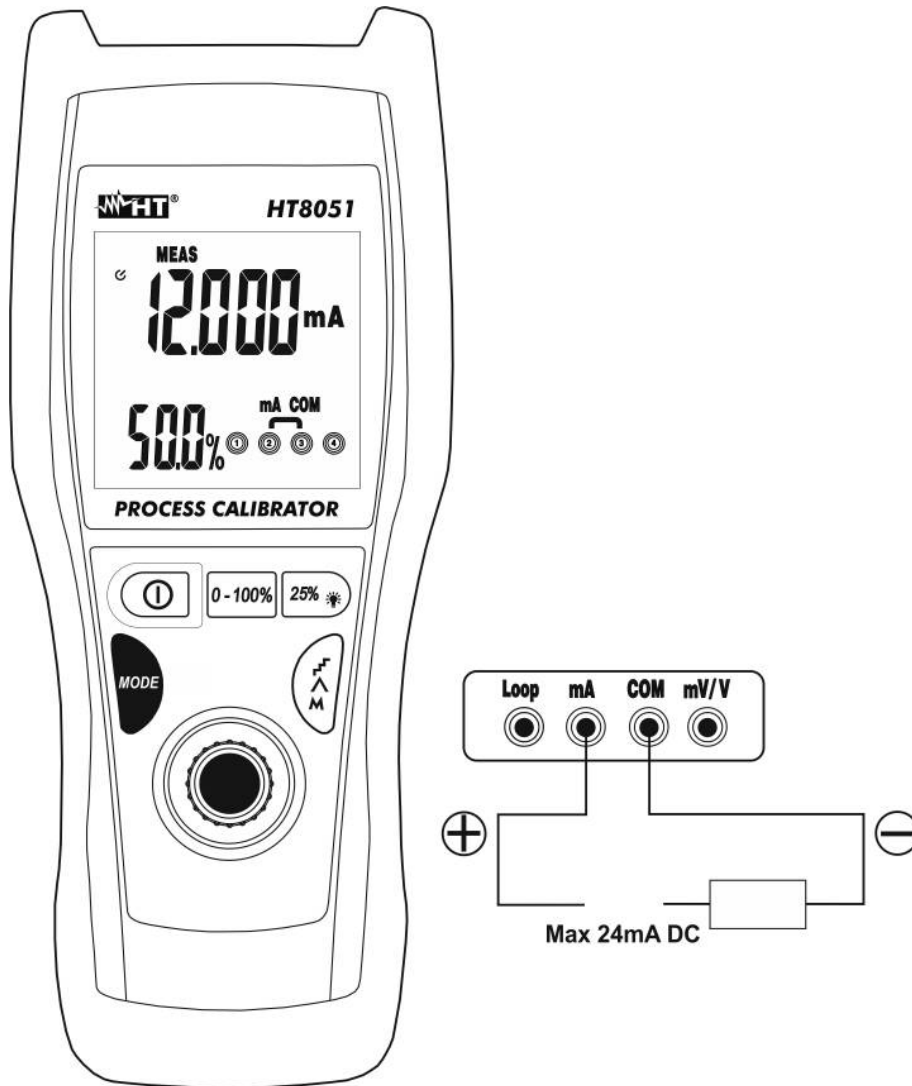

Abb. 5: DC Strommessung
4. Verbinden Sie die rote und die schwarze Messleitung in Reihe mit dem Kreis, dessen Strom Sie messen möchten und achten Sie auf die Strompolarität (siehe Abb. 5: DC Strommessung
des Gerätes gibt an, dass der Strom die umgekehrte Richtung in Bezug auf den Anschluss in Abb. 5: DC Strommessung